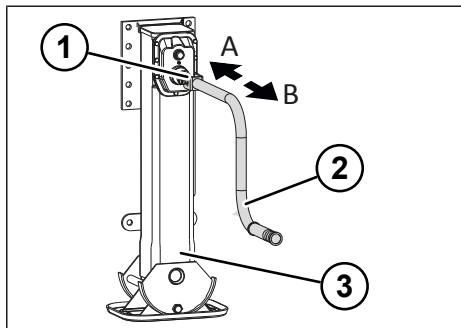

Рис. 5-3: Движение с нагрузкой и быстрый ход домкрата
- ▶ Включите быстрый ход, вытянув кривошипную рукоятку (см. "Рис. 5-3: Движение с нагрузкой и быстрый ход домкрата", стр. 24).
- ▶ Включите движение с нагрузкой, вдавив кривошипную рукоятку (см. "Рис. 5-3: Движение с нагрузкой и быстрый ход домкрата", стр. 24).
- ▶ Установите движение с нагрузкой, вдавив кривошипную рукоятку (см. "Рис. 5-3: Движение с нагрузкой и быстрый ход домкрата", стр. 24).
- ▶ Установите быстрый ход, вытянув кривошипную рукоятку (см. "Рис. 5-3: Движение с нагрузкой и быстрый ход домкрата", стр. 24).